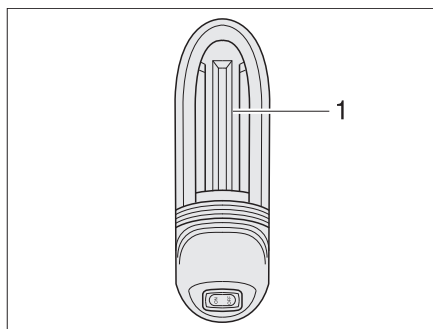

Fig. 281 Lámpara de garaje
- Empujar la tapa de la lámpara (Fig. 281,1) ligeramente hacia arriba y retirarla.